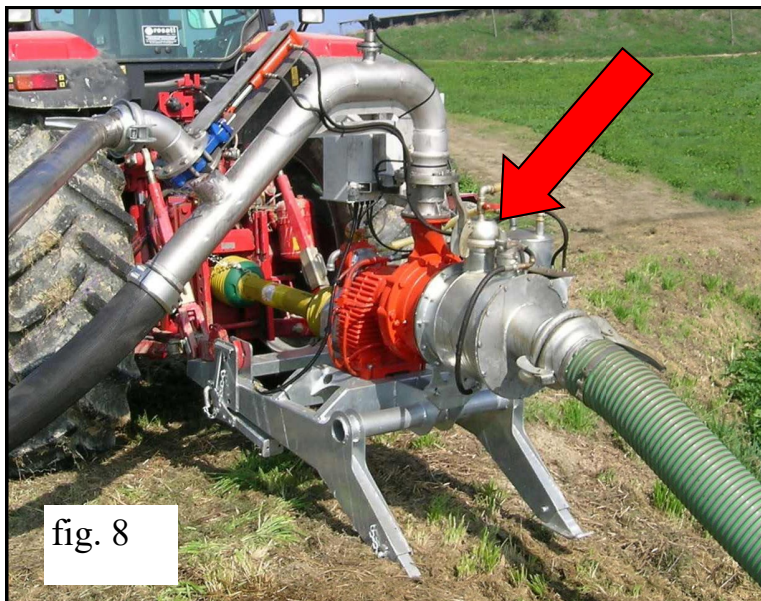

fig. 8
- remplir le cône d'aspiration avec de l'eau ou du lisier à travers l'orifice prévu à cet effet fig. 8.
ATTENTION : ne jamais faire fonctionner la pompe à vide, sans avoir effectué le remplissage du cône à travers l'orifice prévu à cet effet (fig. 8). Si le dénivelé à dépasser, entre la surface du liquide et le cône d'aspiration est supérieur à 3,5 m, il est conseillé d'utiliser la vanne de fond.